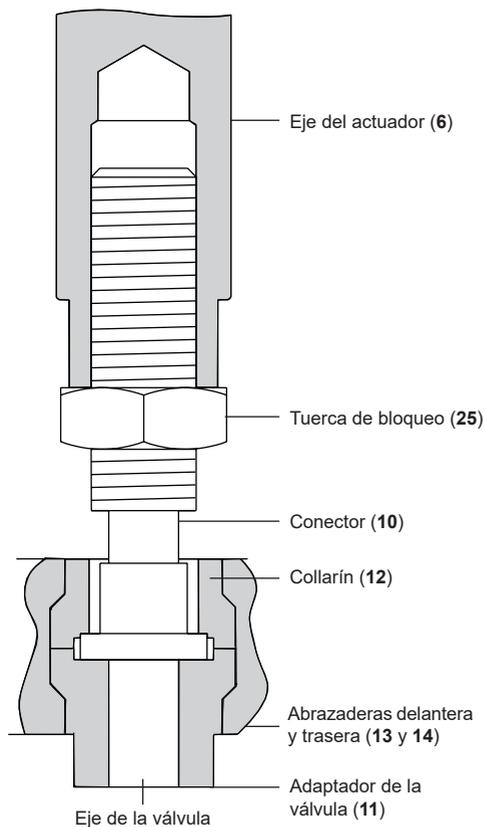

Fig. 7
- Utilice dos llaves mientras sujeta el eje del actuador (6) para aflojar la tuerca de bloqueo del conector del actuador (25).
- Con el obturador de la válvula todavía en su asiento, ajuste el adaptador de la válvula (11) hasta que presione firmemente contra el conector (10). Véase la Fig. 7 para una correcta instalación.